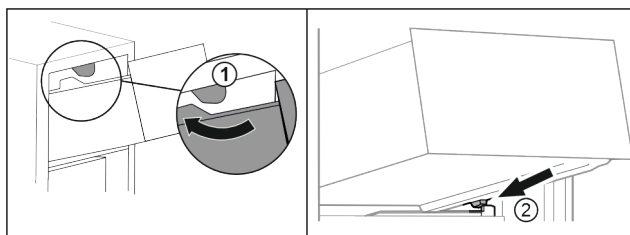

Fig. 133
- ▶ Vedte zásuvku podél horních zarážek. Fig. 133 (1)
- ▶ Nasadte zásuvku šikmo za dolní zarážky na žebrování na nádoby. Fig. 133 (2)